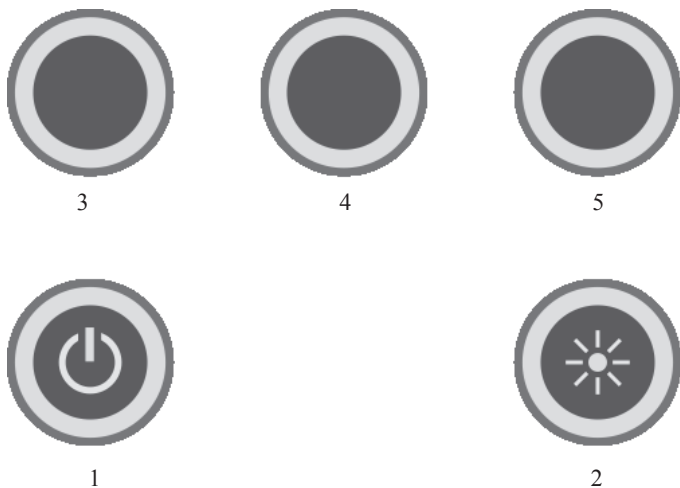

Рис.2 – Кнопки управления
На лицевой стороне БОИ расположены: ЖК-дисплей и органы управления: кнопки ВКЛ./ВЫКЛ., ПОДСВЕТКА и три функциональные кнопки (Рис.2).
6.2.1.1 Включите прибор однократным нажатием на кнопку (1, Рис.2). Перед началом работы убедитесь в работоспособности элементов питания (батарей). Если после включения прибора на дисплее появится мигающий символ разряда батареи (), нужно заменить батареи на новые.